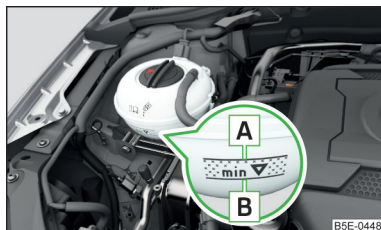

Fig. 200
Denumirea lichidului de răcire este menționată pe vasul de expansiune pentru lichidul de răcire » fig. 200 la pagina 201.
- Nu adăugați lichid de răcire deasupra marcajului A » fig. 200 la pagina 201.
Vasul de expansiune a lichidului de răcire » fig. 200
» Verificați nivelul lichidului de răcire la vasul de expansiune al lichidului » fig. 200.
Când motorul este cald, rezultatul verificării poate fi inexact. Nivelul se poate afla chiar și peste marcajul » fig. 200.